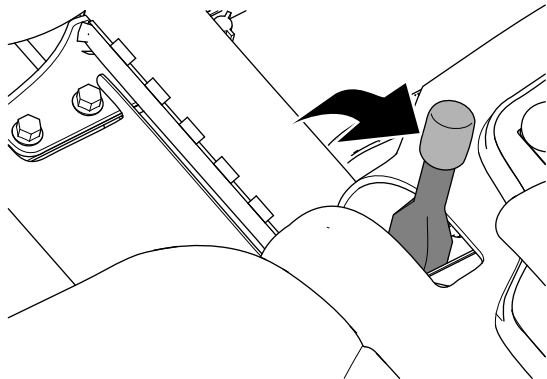

Figura 31
2. Engate o travão de estacionamento (Figura 31).